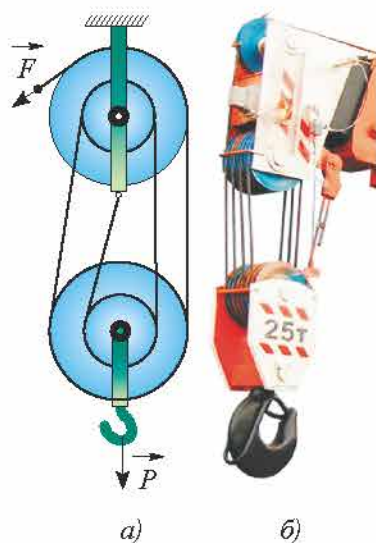

Рис. 183. Полиспаст
Выигрыш в силе полиспаста легко определить по числу нитей, натянутых между блоками. Вес груза распределяется на все нити. Натяжение нитей полиспаста, изображенного на рис. 183, а, уменьшается в четыре раза, так как число нитей между блоками равно 4. На четырех нитях укрепляется два подвижных блока. Следовательно, сила, которую нужно приложить для подъема тела, в соответствии с приведенной выше формулой расчета тоже уменьшится в четыре раза.
4. Определите выигрыш в силе полиспаста, изображенного на рис. 183, б.